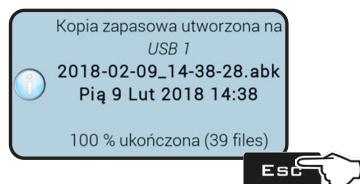

Fig. 293
- Komunikat potwierdzenia (Fig. 293 / Fig. 294) wyświetli się na displayu na zakończenie zapisu. Nacisnąć **ESC**.